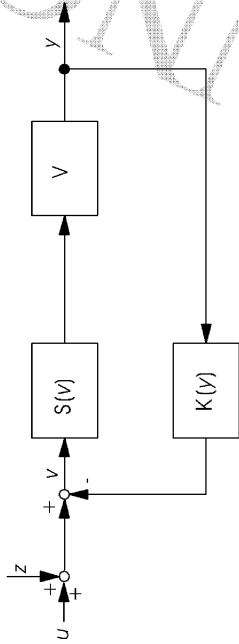

Bild 3: Superponierende Störgröße bei Gegenkopplung
- In Abbildung 3 ist die Gegenkopplung mit superponierender Störgröße dargestellt.